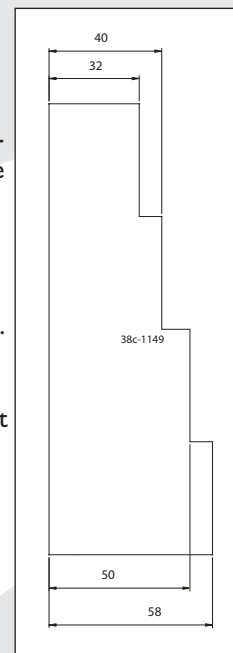

fig. 11
De restrictieschuif en de remplaat zijn los meegeleverd en moeten in het toestel worden geplaatst zoals aangegeven in fig. 12 en fig. 13. Met behulp van de bijgeleverde afstelmal (fig. 11) kan de schuif op de juiste maat afgesteld worden. Na het afstellen kan de restrictieschuif vastgezet worden met de inbusbout. Remplaat plaatsen: indien nodig moet er een remplaat (5) geplaatst worden. Deze wordt met vier parkers (4) gemonteerd aan de vermiculietbak (3). Gebruik de twee slobgaten en het derde en achttiende gat in figuur 13. Alvorens de remplaat te plaatsen, moet deze op twee plaatsen gebogen worden tot een hoek van 90 graden. Zorg ervoor dat de kanting van de remplaat recht onder de rand van de vermiculietbak komt (gelijk ligt, maat 0). Plaat de vermiculietbak met remplaat terug.